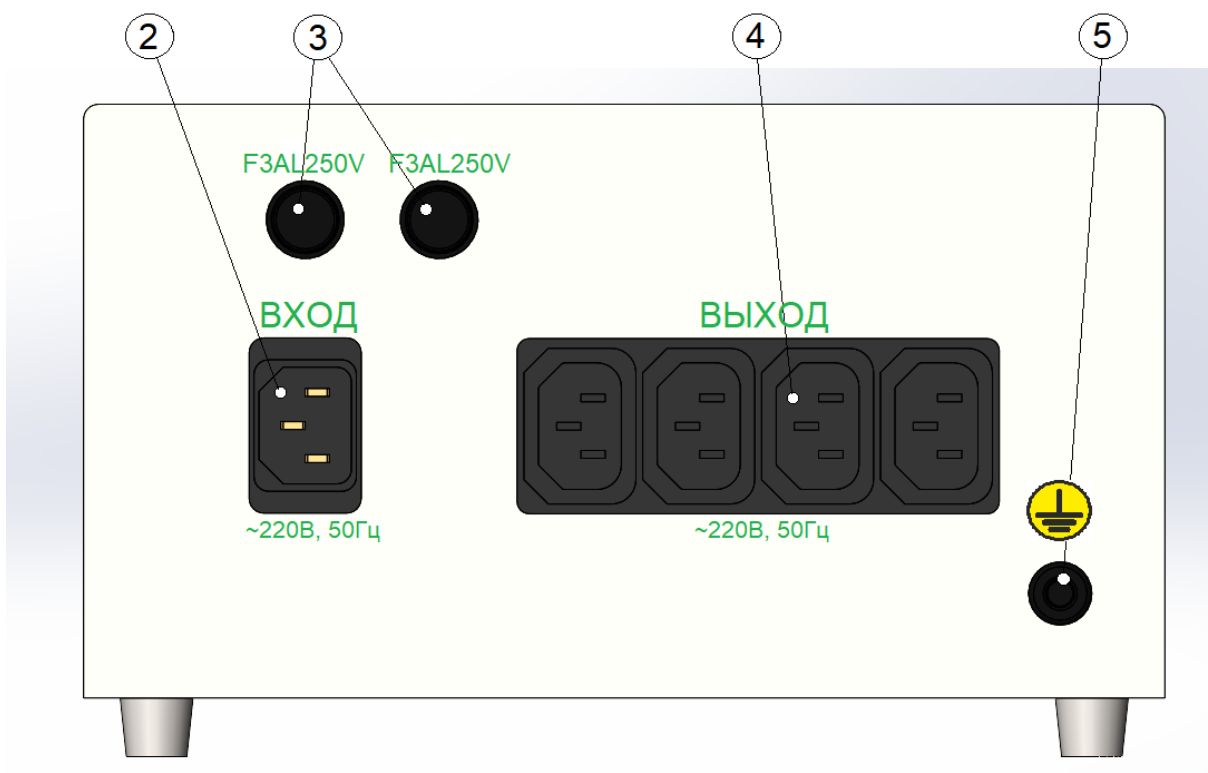

Рисунок 6 – Блок трансформации, вид сзади
5.2.3 Для исключения поражения электростатическим разрядом при работе прибора заземляющий провод желто-зеленого цвета должен быть с одного конца присоединен к нижней части тележки, а другой конец провода должен быть закреплен на выводе 5 на БТ (рисунок 6).
5.2.4 В случае возникновения опасной ситуации необходимо отключить прибор от питающей сети, нажав на кнопку 1 выключения БТ и выдернув кабель с кольцом красного цвета из разъема 2 ВХОД (рисунок 6).